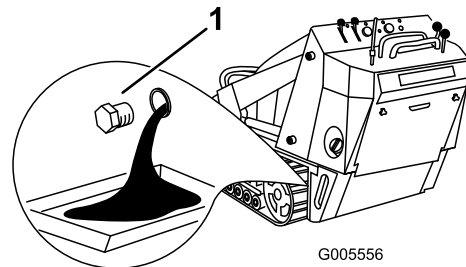

Figura 29
4. Retire el tapón de vaciado (Figura 29).